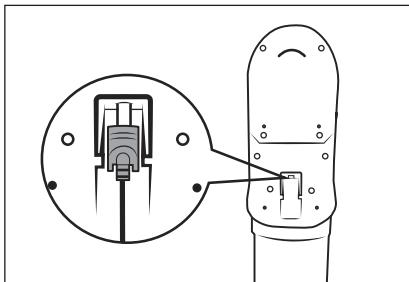

Fig. 8
- Vuelva a cargar la batería ② en cuanto el indicador de la batería ⑧ muestre que la carga residual de la batería ② ①①① es baja.
- El aparato se apaga poco después de indicar que la batería ② ①①① está descargada.
- La aspiradora también puede cargarse directamente a través del adaptador de red ⑩. Para ello, extraiga el conector coaxial ⑪ del soporte mural ⑯ con un leve giro e insértelo en la conexión de carga ③ del aparato (consulte la fig. 8).